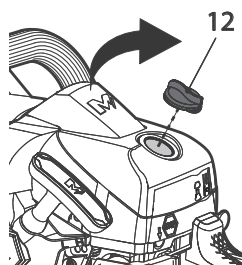

Fig. 48
- > Afloje el tornillo de fijación (12) y retire la tapa del filtro de aire (13) (Fig. 48).